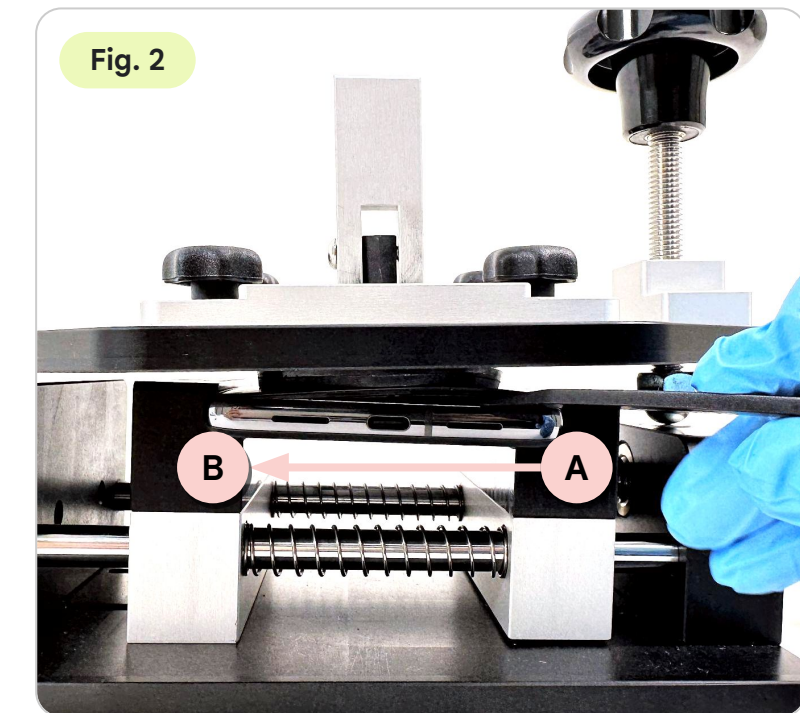

Fig. 2
- Placez l'appareil dans le **support de démontage universel**. Pour ne pas endommager le téléphone, ne serrez pas la zone du bandeau (Fig. 2).
- Observez la formation d'un interstice côté USB (Fig. 2).
- Dès lors que l'interstice est suffisant ( $\leq 5$  mm), insérez une **spatule antistatique de démontage universelle** avec une quantité adéquate d'alcool isopropylique (Fig. 2).
- Ne poussez pas excessivement la **spatule antistatique de démontage universelle** dans l'appareil pour éviter de l'insérer entre la **vitre**, l'**écran** et le **pourtour**. Reportez-vous aux images OK et NON (Fig. 2).
- Au niveau des angles, faites glisser le médiateur jusqu'à sentir une résistance, puis soulevez l'écran (Fig. 2).